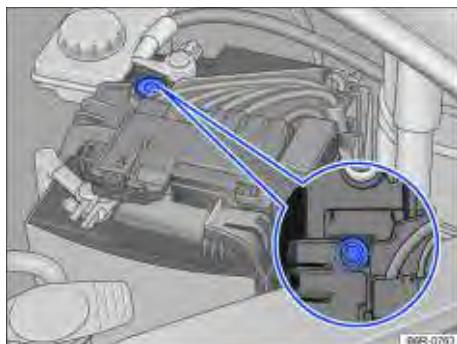

Fig. 109 No compartimento do motor: exemplo de posição do visor no lado superior da bateria do veículo.
- O visor redondo ⇒ **Fig. 109** na parte superior da bateria do veículo muda de cor conforme o nível do eletrólito.